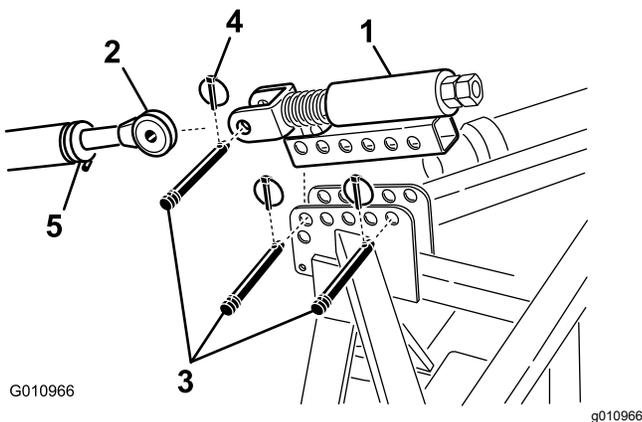

Figure 9
1. Montez le bras d'attelage supérieur à ressort sur le support d'aérateur avec 2 axes d'articulation et goupilles à anneau (Figure 9)
2. Desserrez le contre-écrou sur le bras d'attelage supérieur du groupe de déplacement. Réglez la longueur du bras d'attelage supérieur du groupe de déplacement jusqu'à ce qu'il s'aligne sur la chape du bras d'attelage supérieur à ressort de l'aérateur (Figure 9).
3. Accouplez le bras d'attelage supérieur du groupe de déplacement à la chape du bras d'attelage supérieur à ressort avec un axe de chape et une goupille à anneau (Figure 9).
6. Tournez le bras d'attelage supérieur jusqu'à ce que le ressort soit comprimé d'environ 13 mm (Figure 9).